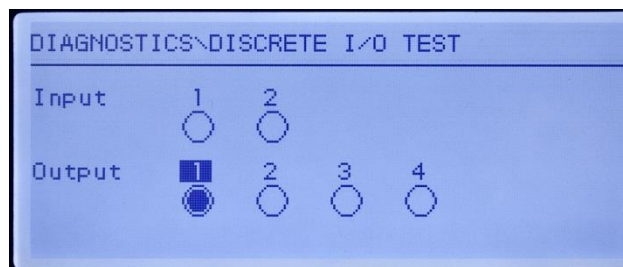

Figure 5-6 : Écran de texte E/S discrètes, sortie 1 active
- 3 La surbrillance de contrôle d'une sortie spécifique est indiquée par inversion de la vidéo du nombre au-dessus de la sortie. Lorsqu'une sortie est en surbrillance, appuyez sur la touche de navigation UP pour Activer la sortie. Un cercle plein et plus petit apparaît pour indiquer que la sortie est ACTIVÉE. Ceci est présenté sur la Figure 5-6.